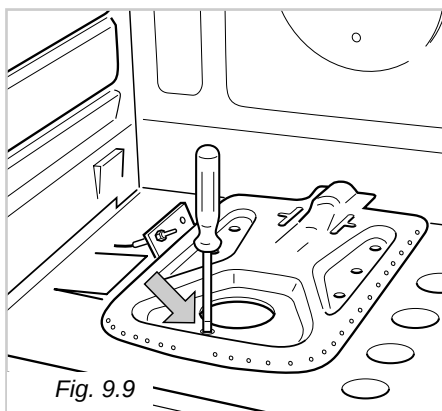

Fig. 9.9
- Svitare la vite che fissa il bruciatore (Fig. 9.9).